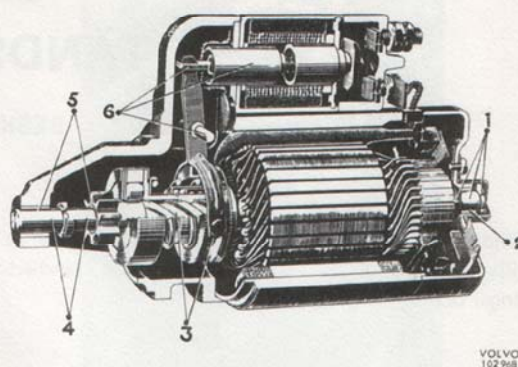

Bild 3-20. Smörjschema för startmotor
1. Smörj startmotordelarna enligt bild 3-20.